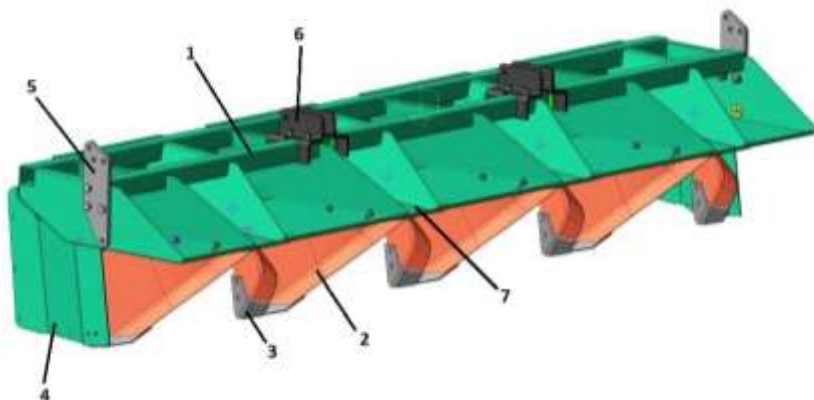

Рисунок 5 – Гребнеобразователь в сборе
3.9 Гребнеобразователь (рис. 5) предназначен для формирования трапецевидального профиля гребня. Гребнеобразователь состоит из сварной рамы 1. Для формирования гребня внизу установлены спаренные формообразователи 2 на которых установлена накладка 3, выполненная из твердого сплава. По краям гребнеобразователя установлены щитки 4. Для крепления гребнеобразователя к раме культиватора установлены кронштейны 5 и уши 6.
- ширина гребня регулируется путем перемещения формирователей гребня 2 (рис. 5) по сектору;
- для формирования гребней на послеуборочном поле необходимо снять вставки 7 (рис. 5) с гребнеобразователя.